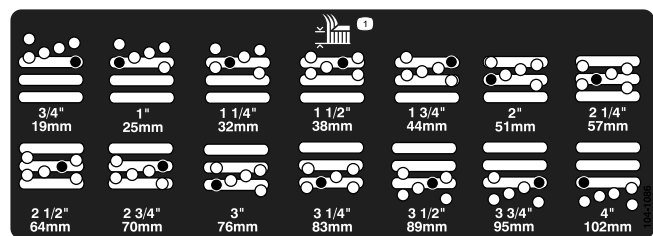

Figura 20
5. Mueva la cámara a la altura deseada e instale el espaciador en el taladro y la ranura de altura de corte deseados (Figura 20).